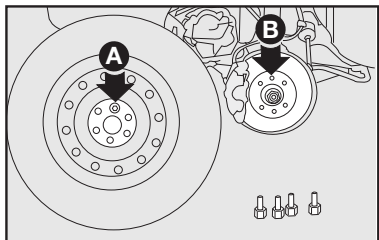

fig. 12
6) Montar a roda sobressalente, encaixando os furos **A**—fig. 12 com os respectivos pinos **B**.